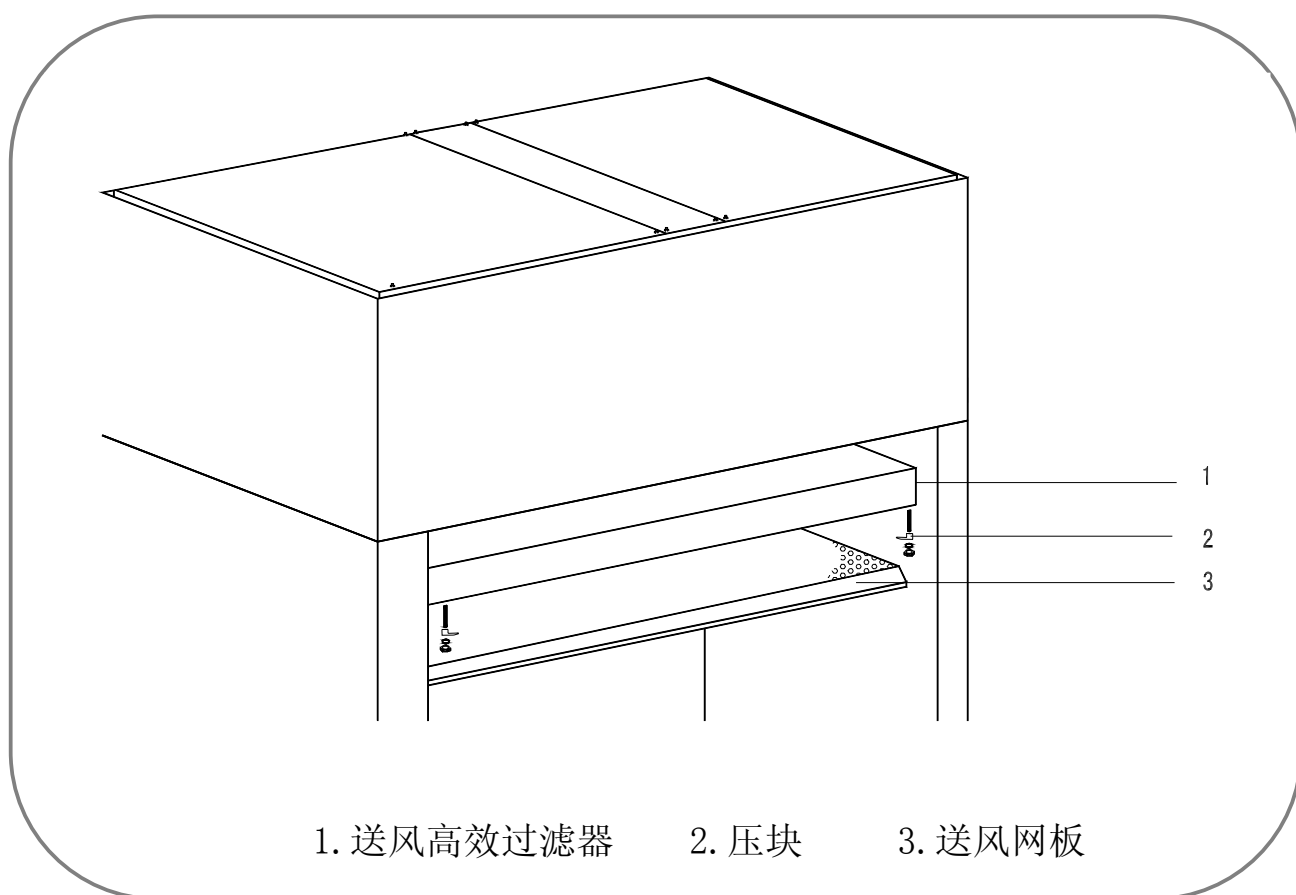
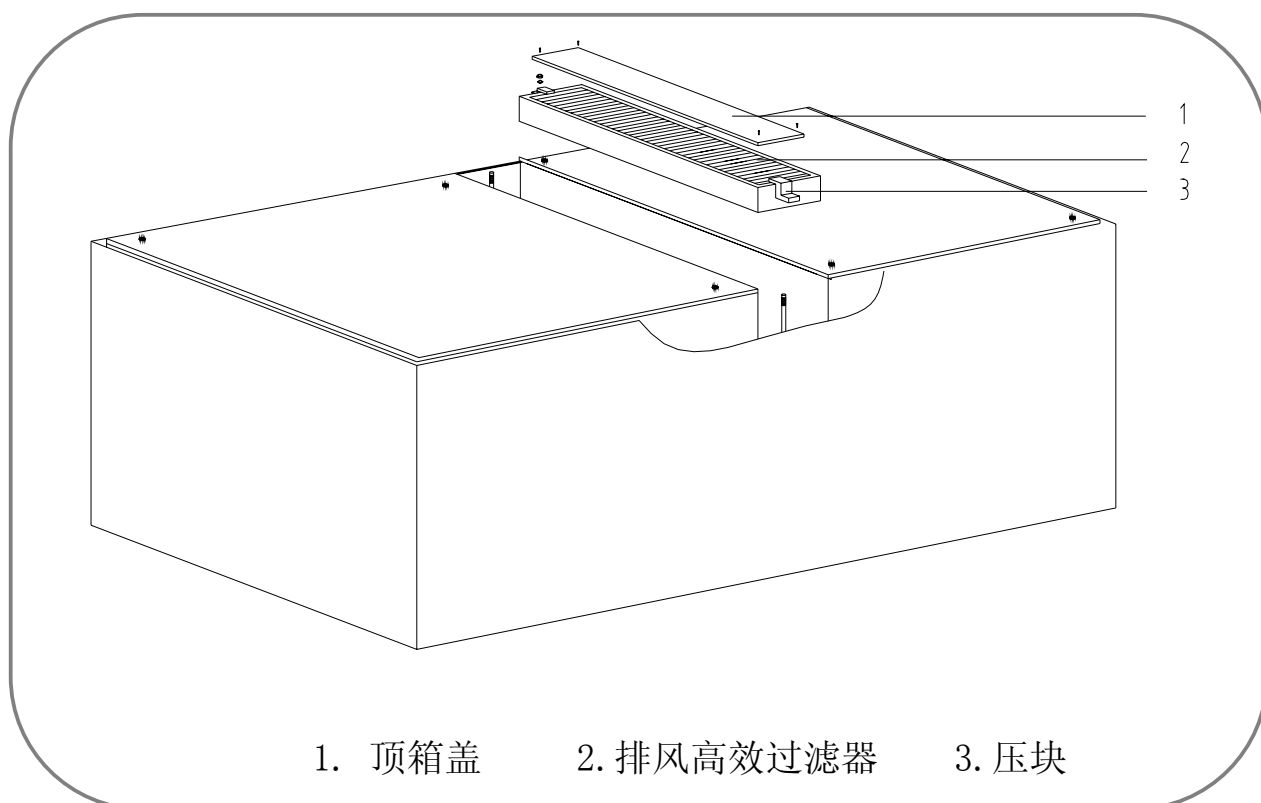

图 3 送风过滤器安装示意图
图 4 排风过滤器安装示意图
- ◆ 更换送风高效过滤器时应取下送风网板（见图 3），更换排风高效过滤器时应打开顶箱盖（见图 4），并注意高效过滤器上的箭头标志应与工作台出风流向保持一致。